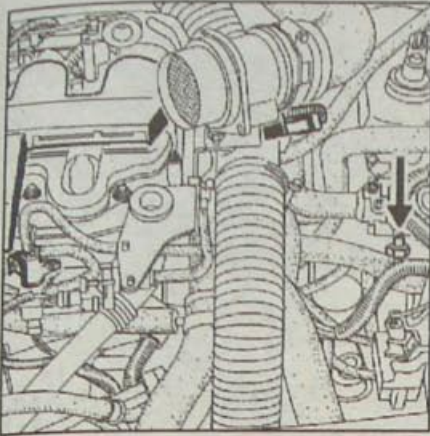

Рис. 4.30. Расположение гайки крепления штока левой подвески двигателя
- Отверните гайку крепления штока левой подвески двигателя (рис. 4.30).
- Снимите верхний кожух правой опоры маятниковой подвески двигателя (рис. 4.30).